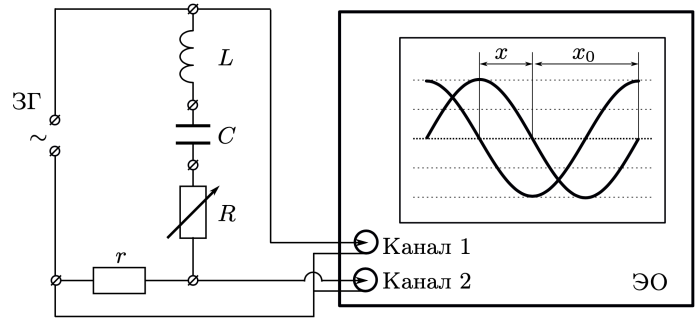

Рис. 1: Схема установки для исследования сдвига фаз между током и напряжением
- 3) измерить расстояние x_0 (см. рис. 1) между нулевыми значениями *одного* из сигналов, что соответствует разности фаз π ;
- 4) измерить расстояние x между нулевыми значениями двух синусоид и пересчитать в сдвиг по фазе: $\psi = \pi x/x_0$. На рис. 1 синусоиды на экране ЭО сдвинуты по фазе на $\pi/2$.
Схема установки для исследования сдвига фаз между током и напряжением в цепи переменного тока представлена на рис. 1. Эталонная катушка L , магазин ёмкостей C и магазин сопротивлений R соединены последовательно и через дополнительное сопротивление r подключены к источнику синусоидального напряжения — звуковому генератору (ЗГ).